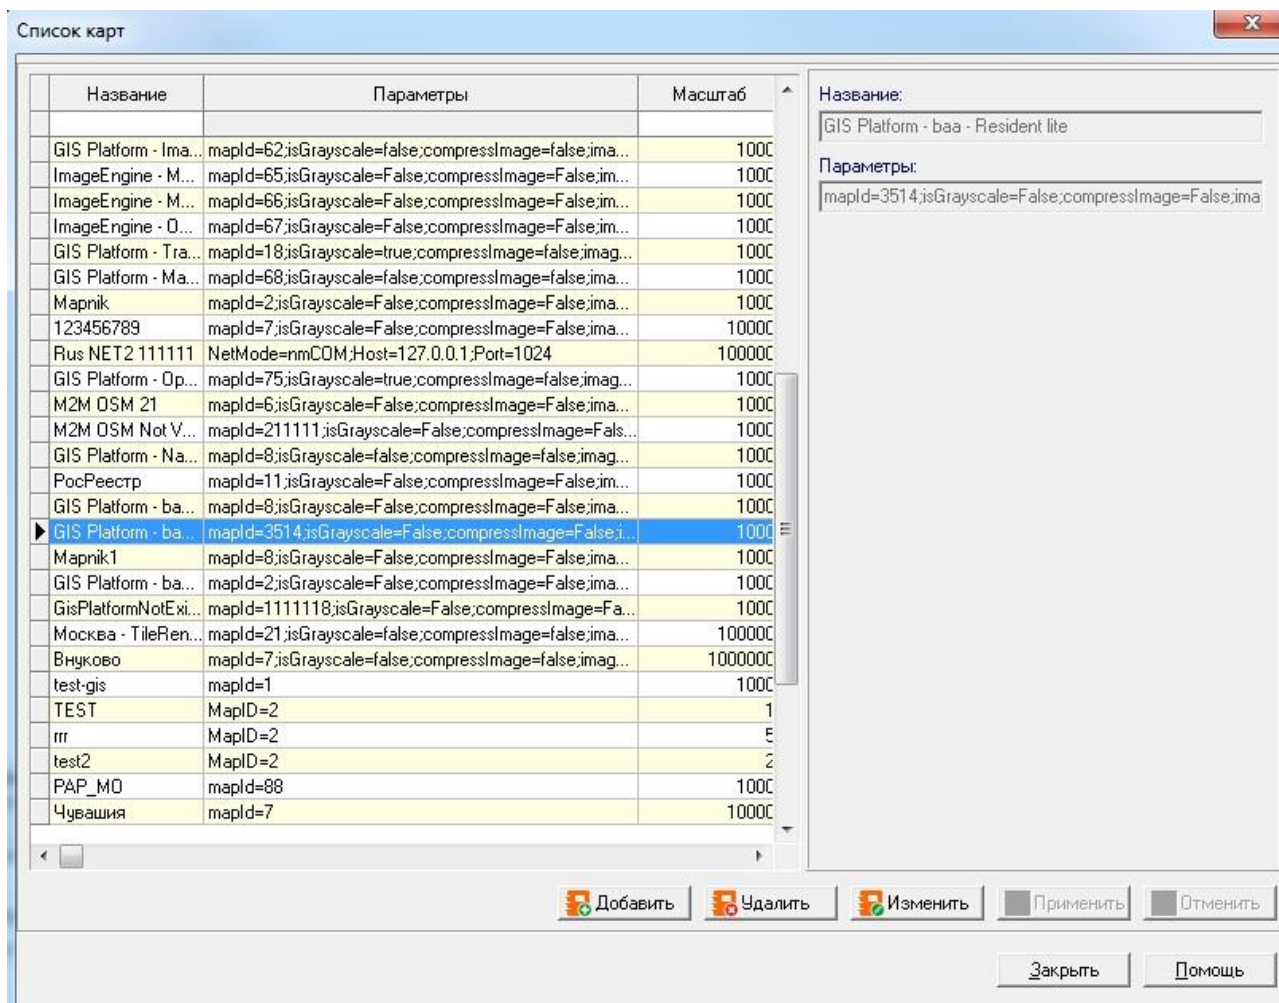

Рисунок 14 – Форма редактора справочника «Список карт»
- 1 вызвать пункт меню «Справочники» ⇒ «Список карт». Появится окно редактора справочника «Список карт» (см. Рисунок 14).